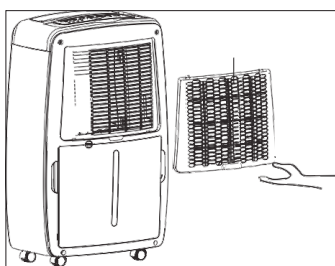

Fig. 1
1. Retirer le porte-filtre de l'appareil (Fig. 1).